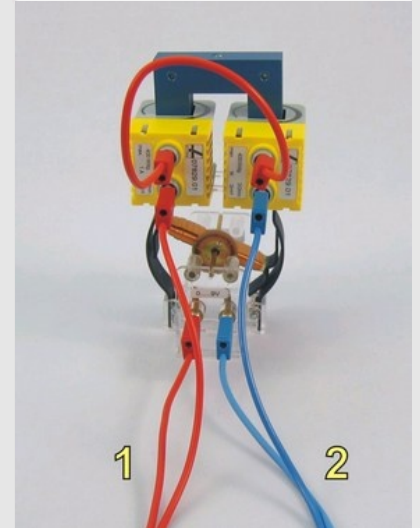

Fig. 3
- Construis le modèle du moteur conformément à la figure 3. Connecte les enroulements de l'armature et de l'électroaimant en parallèle.